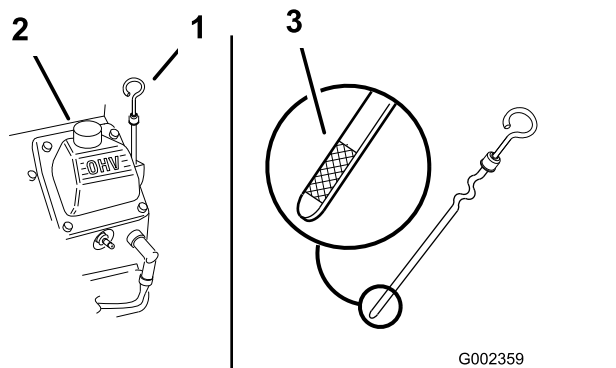

Figure 16
2. Nettoyez la surface autour de la jauge d'huile (Figure 16) pour éviter que des impuretés tombent dans l'orifice de remplissage et endommagent le moteur.
3. Retirez la jauge, essuyez-la sur un chiffon et remettez-la en place en prenant soin de l'enfoncer au maximum (Figure 16).
Le niveau d'huile doit atteindre le repère maximum à l'extrémité métallique de la jauge (Figure 16).
5. Si le niveau n'atteint pas le repère maximum, enlevez le bouchon du tube de remplissage (Figure 16) et faites l'appoint jusqu'à ce que le niveau correct soit atteint. **Ne remplissez pas excessivement.**